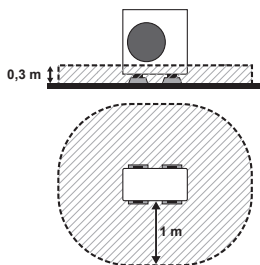

Fig. 3-2
(1) Quando instalada num local com abertura a toda a volta (Fig. 3-2)